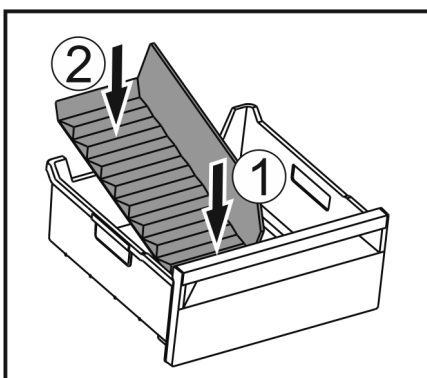

Fig. 174
- Voorste deel van de ijsvak-scheider plaatsen. Fig. 174 (1)
- Achterste deel van de ijsvak-scheider tot de bodem van de lade laten zakken. Fig. 174 (2)